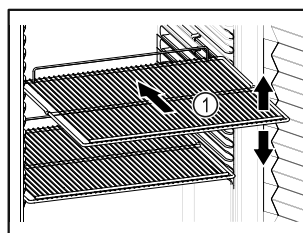

Fig. 61 Ilustratīvs attēlojums
- ❑ Ja novietošanas režīgi *Fig. 61 (1)* ir novirzāmi, pielāgojiet tos pēc augstuma.